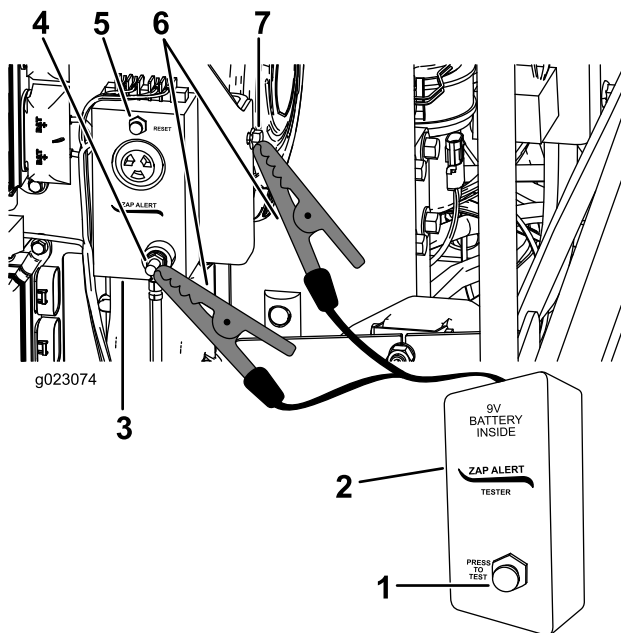

Figura 30
3. Conecte uma das garras jacaré do aparelho de teste do Zap-alert ao terminal de aterramento do sistema Zap-alert (Figura 30).
5. Pressione o botão de TESTE no aparelho de teste do Zap-Alert (Figura 30).
6. Pressione o botão de REARME DO ZAP-ALERT para suprimir o alarme (Figura 30).